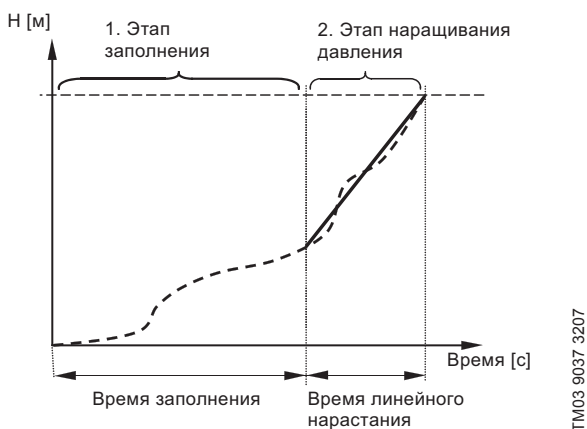

Рис. 98 Этапы заполнения и нарастания давления
2. Когда датчик давления системы фиксирует, что трубопровод заполнен водой, давление повышается до установленного значения. См. рис. 98.